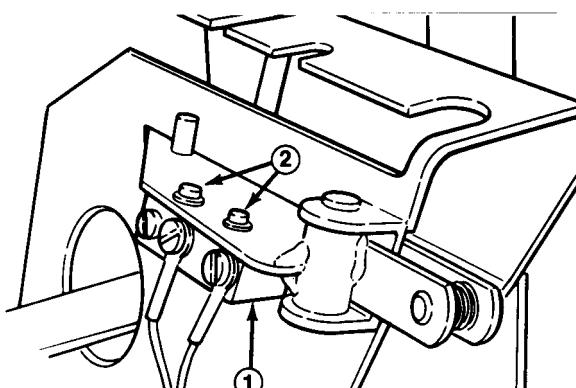

Bild 14
2. Den Kupplungsschalter (Bild 14) mit einem Durchgangsmesser oder Ohmmeter prüfen—bei Defekt ist der Schalter auszutauschen. Der Schalter muss geschlossen sein, wenn ein Gang eingelegt ist. Der Schalter muss offen sein, wenn zwischen Leerlauf, 1. und 2. Gang geschaltet wird.